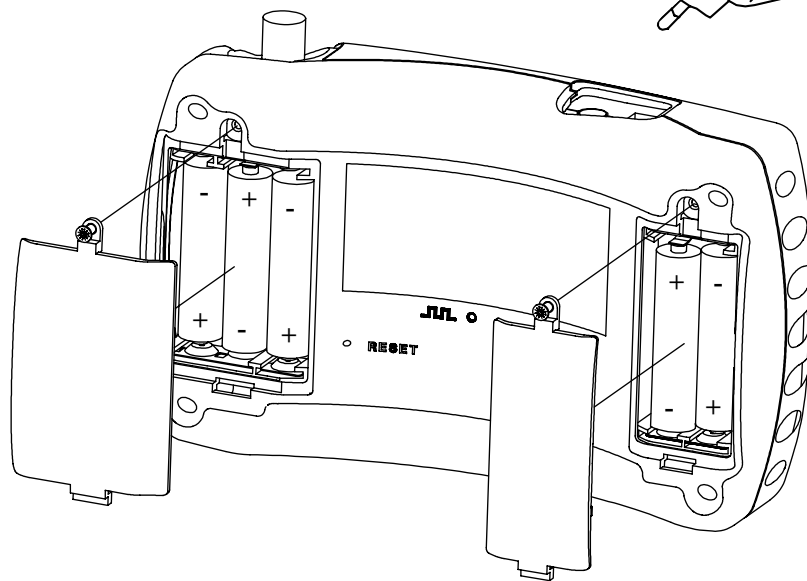

Fig 4.0
- ⇒ The unit can be used with either ordinary alkaline batteries or rechargeable type HR3C (5 x) (Fig. 4.0)
- ⇒ Men kan het toestel voorzien van gewone alkaline of oplaadbare batterijen HR3C (5 x) (**Fig. 4.0**)
- ⇒ L'appareil peut être muni de batteries alcalines ordinaires ou rechargeables HR3C (5 X) (**Fig 4.0**)
- ⇒ Das Gerät kann mit herkömmlichen Alkali- oder wiederaufladbaren Batterien versehen werden HR3C (5 x) (**Abb. 4.0**)